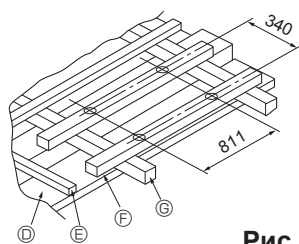

Рис. 2-4
- ① Внешняя сторона решетки
- ② Отверстие в потолке
- ③ Угол наклона болта
- ④ Электрокоробка
#### ① Деревянные конструкции (Рис. 2-4)